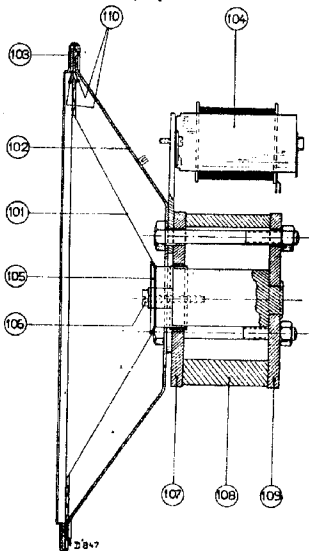

Fig. 5
2. Voor- of achterplaat pos 107 en 109 fig. 5 mogen in geen geval van de magneet getrokken worden, hierdoor zou deze verzwakken.
Wordt gedaan met behulp van 4 voelertjes van 0,2 mm dikte (Code No. 09.990.840), die door de perforaties van het centreerplaatje (pos 105, fig. 5) in de luchtspleet tussen spoeltje en plaat worden geplaatst.